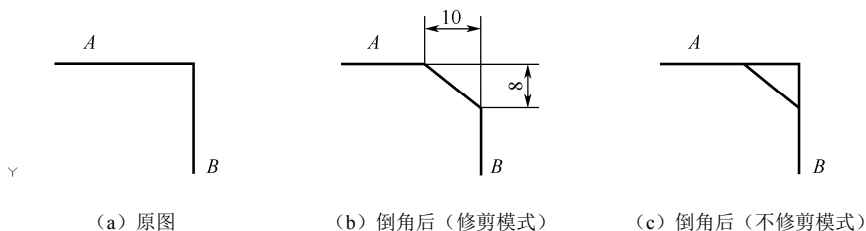
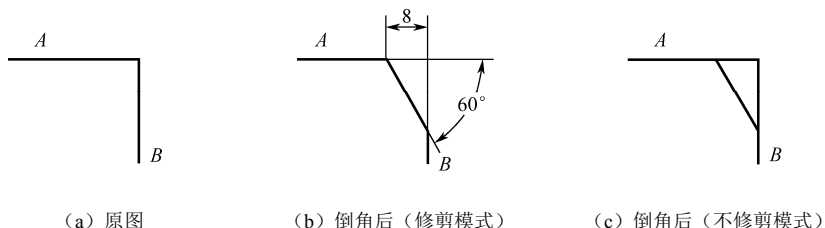

图 3-81 “指定两边距离”倒角
图 3-82 “指定距离和角度”倒角
(1) “指定两边距离”倒角。此方式是分别设置两条直线的倒角距离进行倒角处理,如图 3-81 所示。
(2) “指定距离和角度”倒角。此方式是分别设置第一条直线的倒角距离和倒角角度进行倒角处理,如图 3-82 所示。
**例 3-11** 使用“倒角”命令中的“指定距离和角度倒角”方式对如图 3-82 (a) 所示两条线段进行倒角,结果如图 3-82 (b) 所示。
“倒角”命令有修剪和不修剪两种模式, 可选择“修剪(T)”选项来设置, 如果选择不修剪模式, 则倒角时将保留原线段, 如图 3-81(c) 和图 3-82(c) 所示。